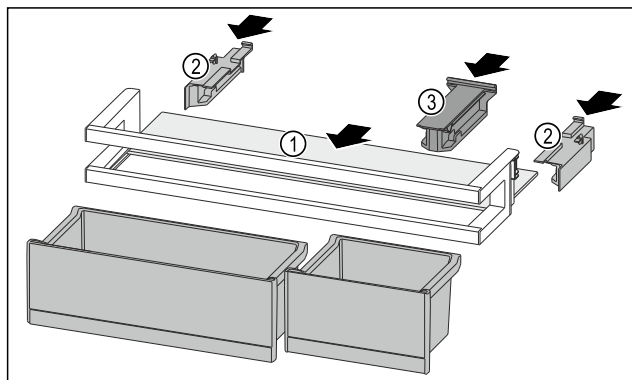

Fig. 93
- Draagplateau Fig. 93 (1) in de zijdelingse inkepingen schuiven.
- Zijdelen Fig. 93 (2) plaatsen.
- Bevestigingsdeel Fig. 93 (3) plaatsen.